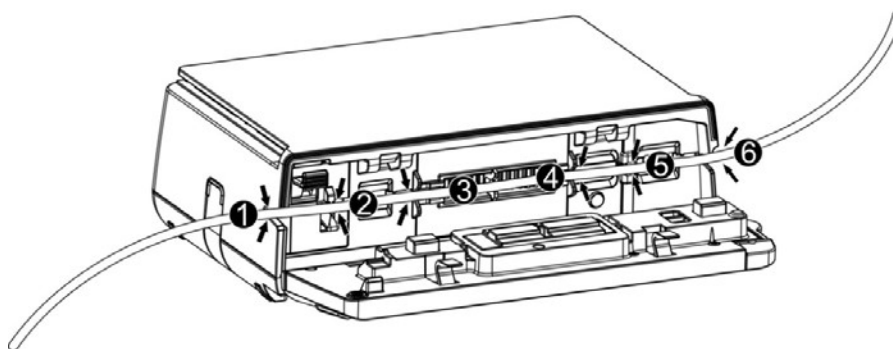

Рис. 12. Установка инфузионной системы. Шаг 2
2. Поместите инфузионную линию в посадочное место в соответствии с последовательностью, показанной на рис. 12.